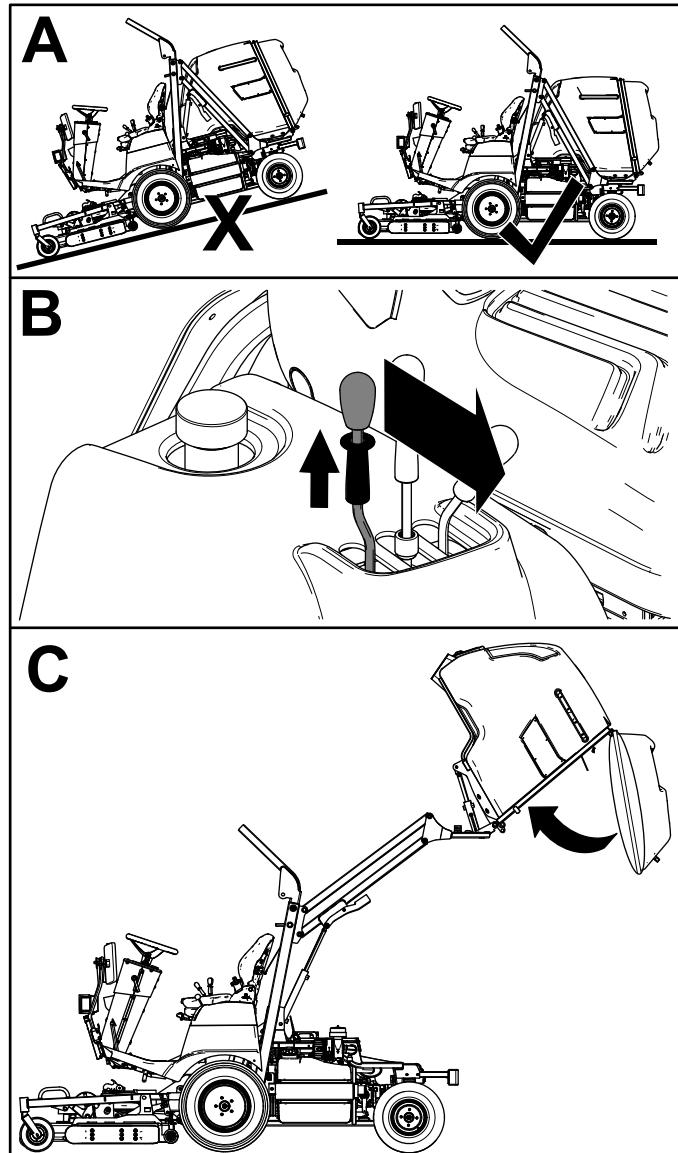

図 26
2. ダンプ終了後は、ホッパーダンプレバーのロックカラーオークションを上に引き、レバーを前方に傾けてホッパーを閉じてください 図 26。